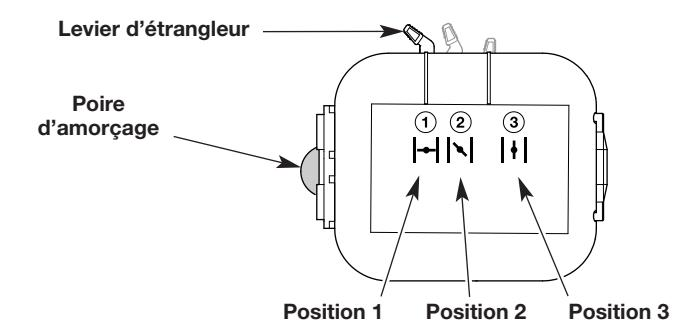

Fig. 6
3. Appuyez lentement et relâchez la poire d'amorçage à **10 reprises** (Fig. 6). Si aucune quantité de carburant n'apparaît dans la poire d'amorçage, appuyez et relâchez la poire jusqu'à l'apparition de carburant.
4. Déplacez le levier d'étrangleur en **Position 1** (Fig. 6).
8. **NE PAS** enfoncez la manette des gaz. Déplacez le levier d'étrangleur en **Position 2** (Fig. 6).
11. Continuez à serrer la commande des gaz ou garder le régulateur de vitesse à la position **RAPIDE** (Fig. 5). Déplacez le levier d'étrangleur à la **Position 3** (Fig. 6) et laissez le moteur chauffer pendant 60 secondes supplémentaires. L'appareil peut être utilisé pendant ce laps de temps.
**Si...** le moteur hésite, replacez le levier d'étrangleur en **Position 2** (Fig. 6) et laissez-le chauffer.